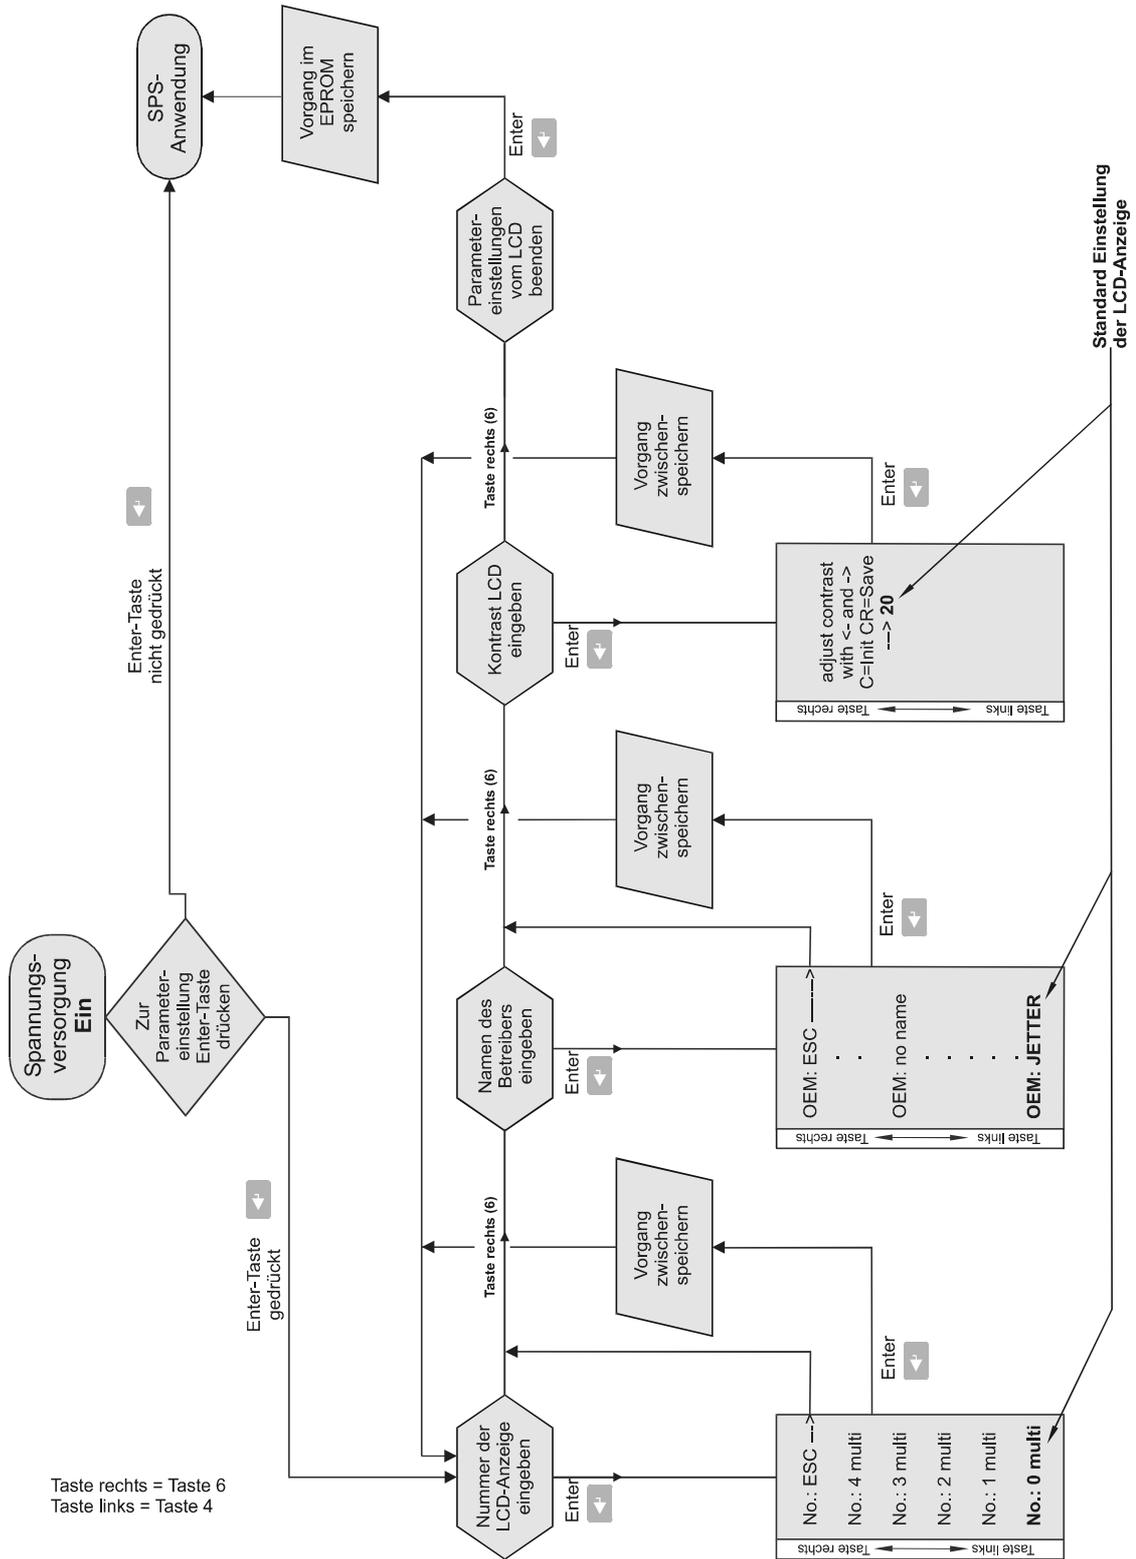

Abb. 4: Ablaufschema LCD- Parametrierung
- Die Parameter des LCD 54 Bediengeräts sind nach dem Ablaufschema von Abb. 4, Seite 15 einzugeben.